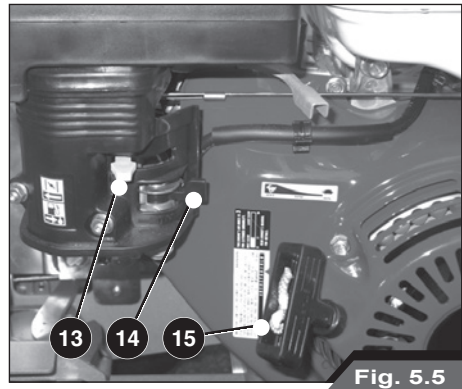

Fig. 5.5
- Maak de klepelmaaier klaar voor de inschakeling door de starterhendel (13) voor benzinemotoren te bedienen. De hendel van de brandstofstroom ON/OFF (14) moet de doorgang van de brandstof (Fig. 5.5) mogelijk maken. Raadpleeg het gebruik- en onderhoudsboekje van de motor.